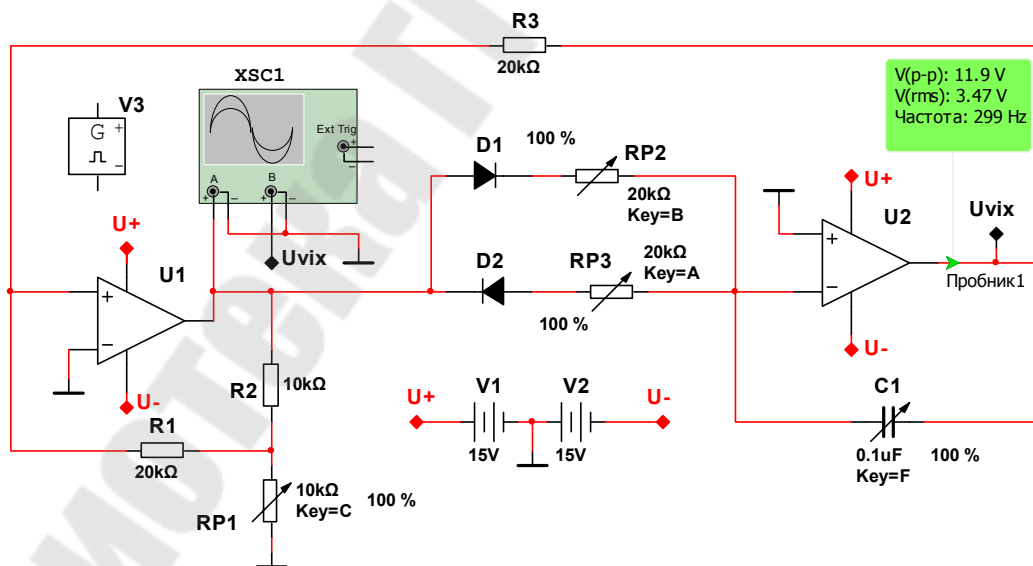

Рис. 5.2. Схема генератора треугольного напряжения
2. Установив параметры ОУ в соответствии с рис. 5.2, исследовать влияние переменных сопротивлений и конденсатора на амплитуду и форму напряжений, указанных на схеме.
4. Собрать схему генератора треугольного напряжения на ОУ (рис. 5.2). На рис. 5.2 обозначено: V1, V2 – источники постоянного напряжения; V3 – генератор импульсов (облегчает запуск схемы); U1, U2 – операционные усилители; RP2, RP3 – частото задающие сопротивления; C1 – конденсатор в цепи обратной связи интегрирующего усилителя; R1, R2, RP1 – сопротивления положительной обратной связи (ПОС); VD1, VD2 – диоды; XSC1 – осциллограф.